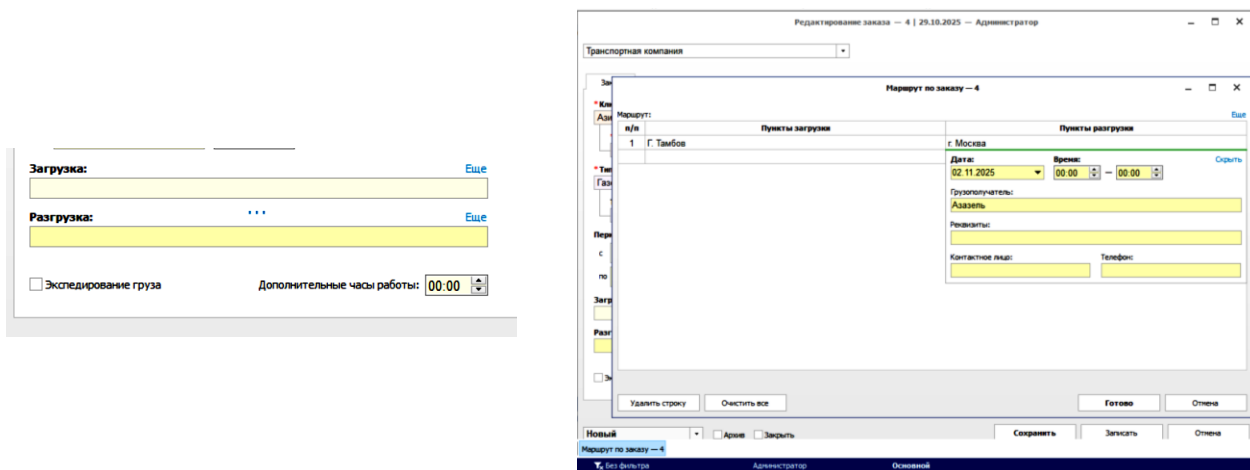

Рис. 4.3. Поля ввода информации о грузополучателях
8. Для того чтобы указать все необходимые пункты разгрузки, необходимо, все адреса указать при указании адреса разгрузки, нажав на три точки. При этом открывается подменю, куда по очереди вносятся данные о пунктах разгрузки и грузополучателях (рис. 4.3).